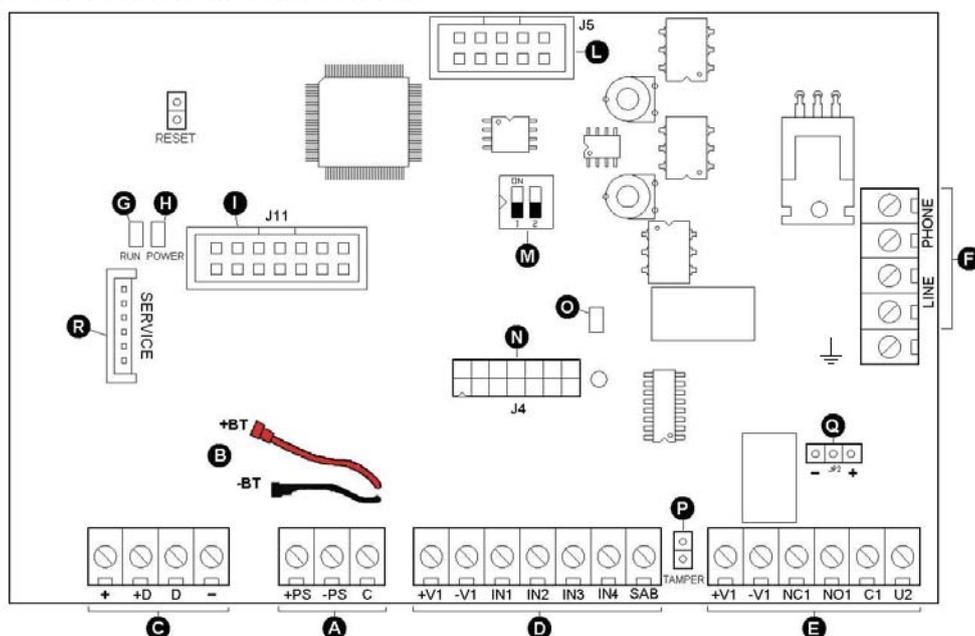

Figura 31 – Collegamenti e parti principali della centrale
- Inserire il connettore a pettine nell'apposito connettore (N) della scheda madre (Figura 31).